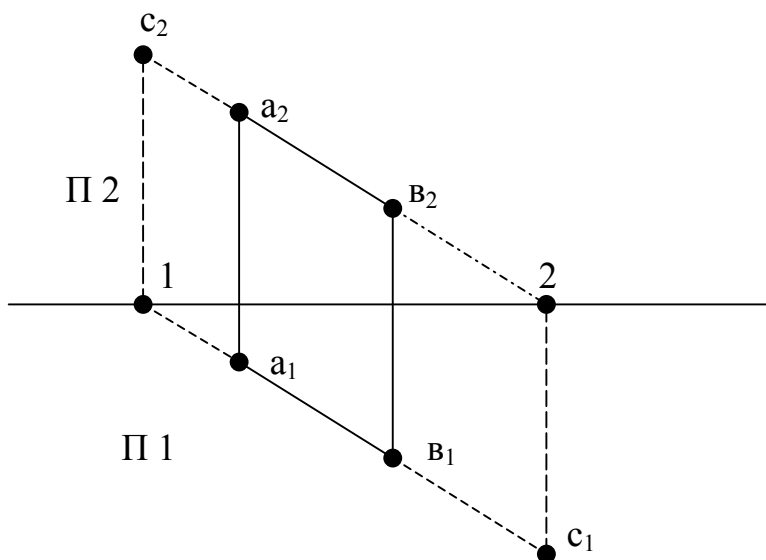

Рис.2.5 Сліди прямої
- Знаходження слідів прямої (рис.2.5):